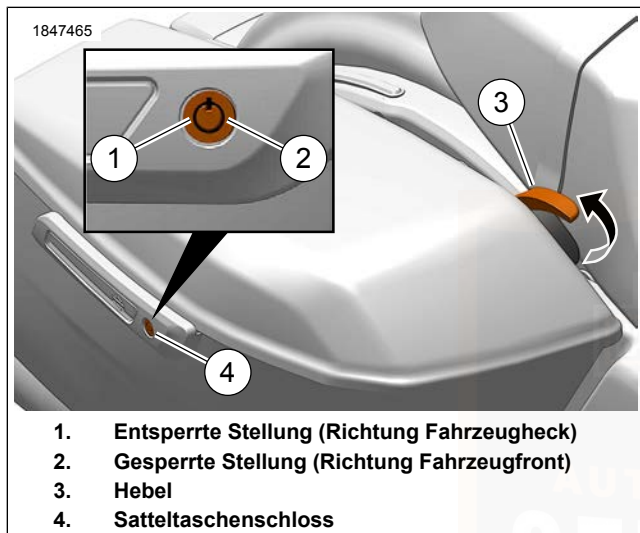

Abbildung 61. Satteltasche
Siehe Abbildung 61. Den Schlüssel in das Schloss einführen. Den Schlüssel einstecken und um eine Vierteldrehung Richtung Fahrzeugfront drehen. Schlüssel zurück in mittlere Position bringen und herausziehen.
Siehe Abbildung 61. Den Schlüssel in das Schloss einführen. Den Schlüssel einstecken und um eine Vierteldrehung Richtung Fahrzeugheck drehen. Schlüssel zurück in mittlere Position bringen und herausziehen.
1. Siehe Abbildung 61. Satteltasche entriegeln.
2. Den Satteltaschenhebel (3) anheben.
1. Siehe Abbildung 61. Den Satteltaschendeckel zuklappen.
2. Den Hebel (3) nach unten drücken, bis die Verriegelungen einrasten. Überprüfen, dass der Deckel sicher geschlossen ist.
1. Siehe Abbildung 61. Die Satteltasche öffnen.